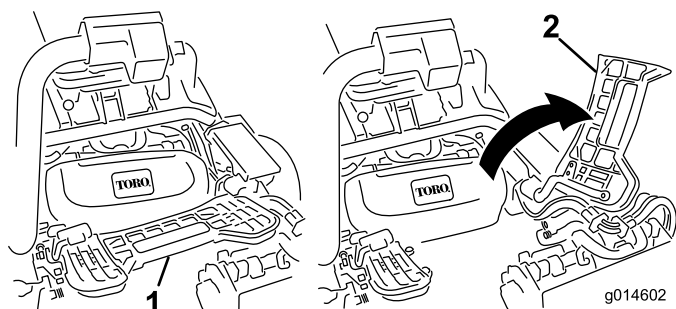

図 32
1. フットレストを跳ね上げて開き、中央カッティングユニット取り付け位置へのアクセスを確保する (図 32)。